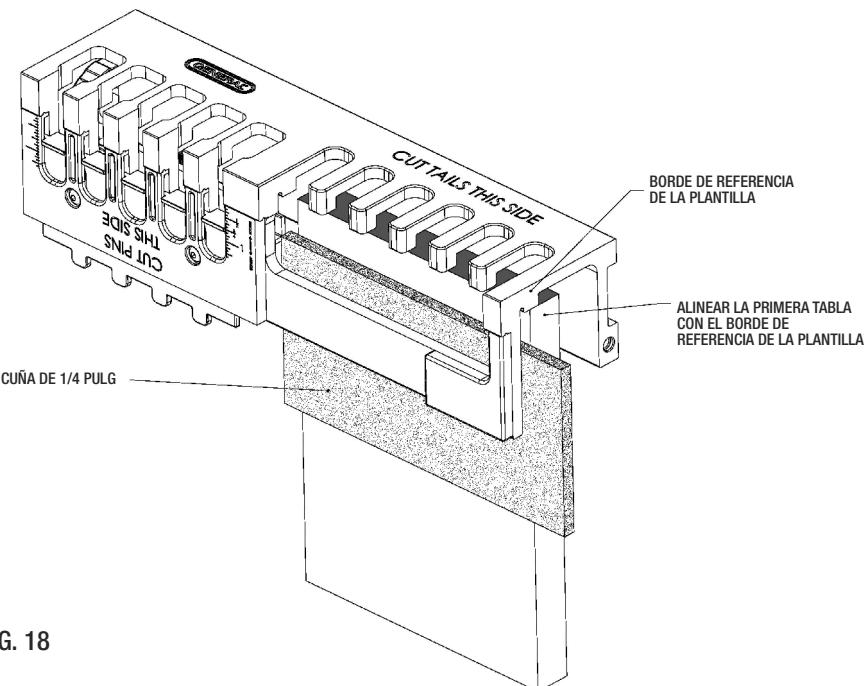

FIG. 18
2. Inserte la primera tabla en la sección de "COLAS" de la plantilla de colas de milano junto con una cuña de 1/4 de pulg. de grosor para alejar la tabla de la posición de redondeo del patrón en la plantilla. (FIG. 18)
3. Alinee un extremo de la tabla a cortar con el borde externo de la plantilla. (FIG. 18)